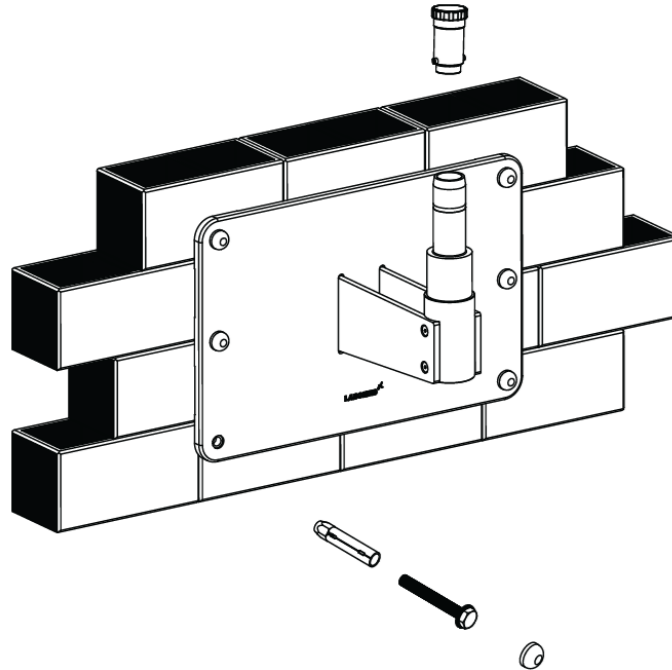

Figura 23
3. Monte el brazo en el eje de montaje en pared consultando la figura 23 y vuelva a instalar el tapón roscado en su lugar.